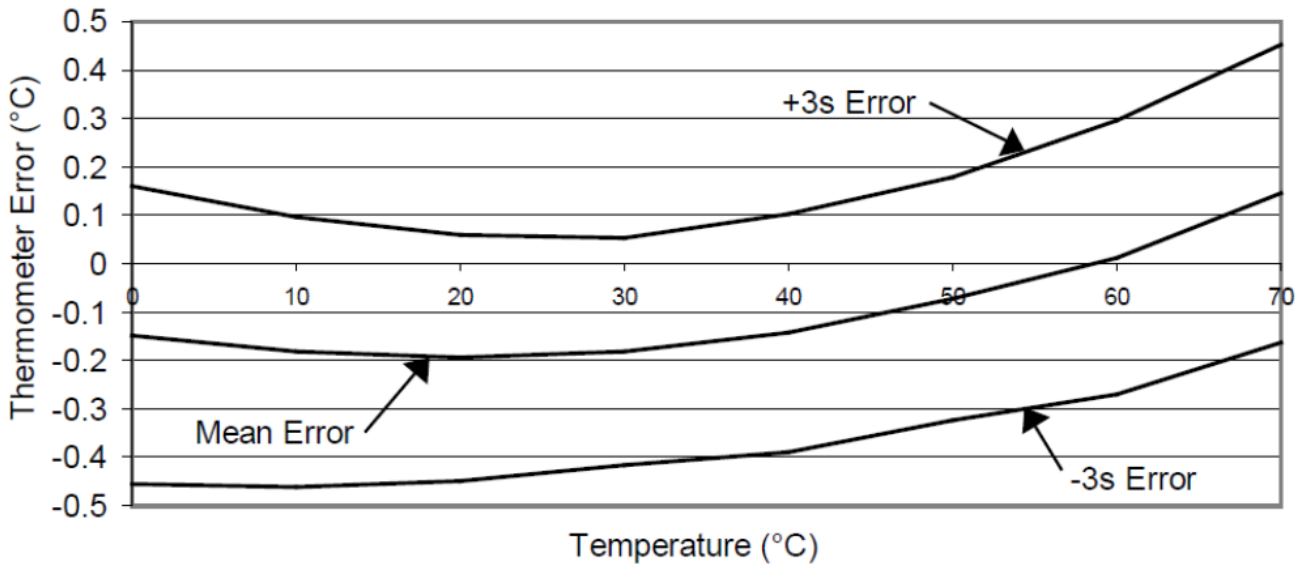

图 17. 典型特性曲线
- 3) 典型曲线见图17。
- 1) 典型特性曲线见图17。